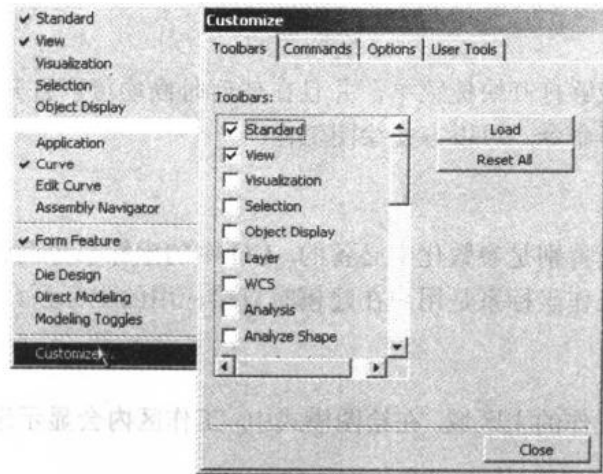
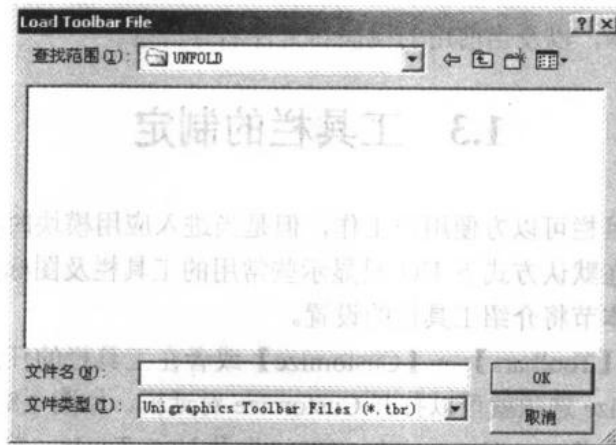

图 1.8 Toolbars 选项卡
图 1.9 Load Toolbar File 对话框
单击【View】→【Toolbars】→【Customize】或者在工具栏的任意位置上右击，从弹出菜单中选择 Customize 选项就可以打开 Customize 对话框，如图 1.8 所示，在对话框中有 4 个功能选项标签：Toolbars、Commands、Options 及 User Tools。单击相应的标签后，对话框中也会随之显示相关的选项卡。通过相关设置，可以进行相关工具栏的定制。完成定制后，单击 Close 按钮关闭该对话框。
Toolbars 选项卡的内容如图 1.8 所示。用于设置显示或隐藏某些工具栏，装入工具栏定义文件，也可以按工具栏定义文件中的初始定义来重置工具栏。
- ◆ 单击图 1.8 中的 Load 按钮，就会弹出如图 1.9 所示的 Load Toolbar File(装入工具栏定义文件)对话框，从中可选择工具栏定义文件。再单击  按钮就可以了。
- ◆ 在图 1.8 中单击 Reset All 按钮，则会按工具栏定义文件中的初始定义重置工具栏，使其恢复为缺省设置。